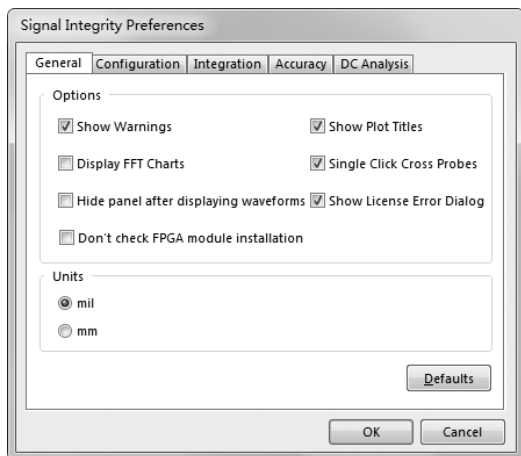

图 13-33 信号完整性参数选项对话框
- “Preferences”（参数）：单击该命令，用户可以在弹出的“Signal Integrity Preferences”（信号完整性首选项）对话框中设置信号完整性分析的相关选项，如图 13-33 所示。该对话框中包含若干选项卡，对应不同的设置内容。在信号完整性分析中，主要用到的是“Configuration”（配置）选项卡，用于设置信号完整性分析的时间及步长。